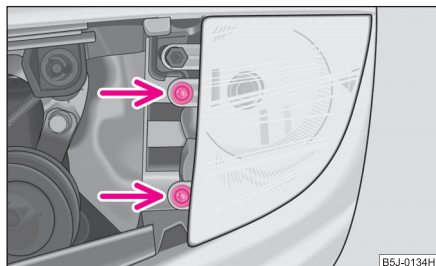

Abb. 201 Ausbau der Glühlampe des Nebelscheinwerfers
- Die Schrauben ⇒ Abb. 201 herausdrehen und den Nebelscheinwerfer herausnehmen.
- Drehen Sie die Schrauben ein ⇒ Abb. 201 und setzen Sie das Gitter wieder ein ⇒ Seite 212. ■